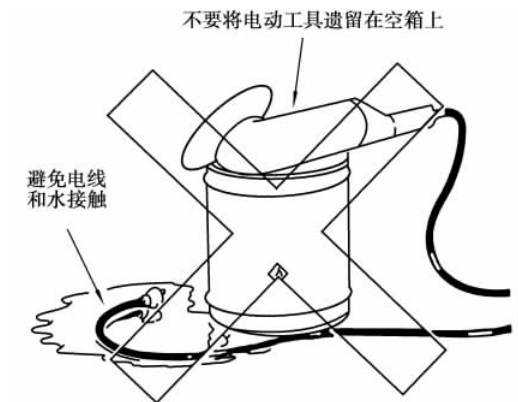

图 2.5.2
3. 不要在潮湿的地板上使用电动工具,以防电动工具漏电而引起触电事故,如图 2.5.2 所示。